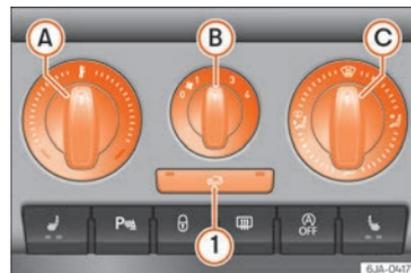

Fig. 168 Riscaldamento: elementi di comando.
La fuoriuscita dell'aria dalle bocchette di ventilazione si regola mediante il comando »» fig. 168. Le bocchette 3 »» fig. 167 e 4 possono essere aperte e chiuse singolarmente.
- La temperatura aumenta ruotando il comando **(A)** »» **fig. 168** verso destra.
- Azionare il ventilatore, ruotando il comando **(B)** »» **fig. 168** fra le posizioni da 1 a 4.
- Ruotando il comando **(C)** »» **fig. 168**, si regola l'afflusso d'aria alle rispettive bocchette »» pag. 156, **Bocchette di ventilazione**.
Tutti gli elementi d'uso, ad eccezione del comando **(B)** »» **fig. 168**, possono essere regolati su qualsiasi posizione intermedia.
Se la manopola **(C)** »» **fig. 168** è in posizione di sbrinamento, la sponda di ricircolo sarà sempre aperta (spia spenta).
- Premere il tasto **(1)** »» **fig. 168**, la spia del tasto si accende indicando l'attivazione del ricircolo dell'aria interna del veicolo.